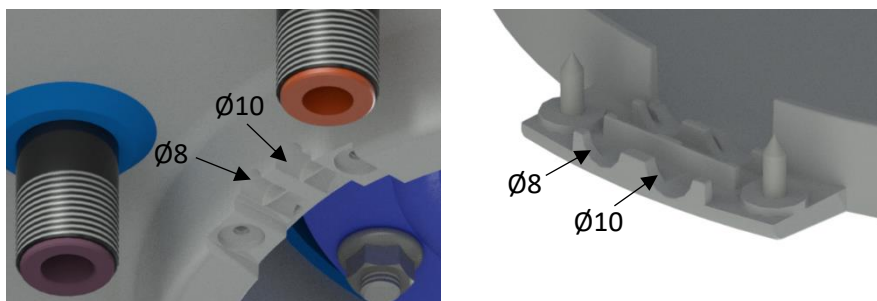
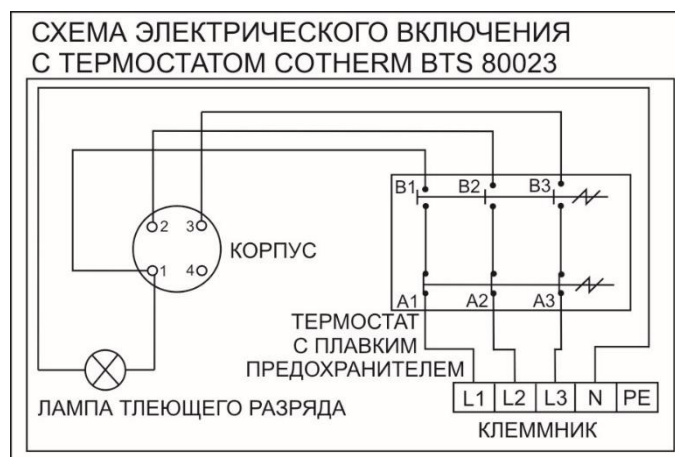

Рисунок 6
Рисунок 7
Подключение выполните согласно схеме. Подключение, выполненное на заводе, запрещено менять! (Рисунок 7). В крышке электропроводки снимите перегородку, соответствующую диаметру подводящего провода $\varnothing 8$ или $\varnothing 10$ (Рисунок 6). Степень защиты электрических компонентов водонагревателя - IP 44. Потребляемая мощность электрического нагревательного элемента 4000 Вт.
- Схема эл. подключения прилагается к водонагревателю на крышке электропроводки (ниже, Рисунок 7).